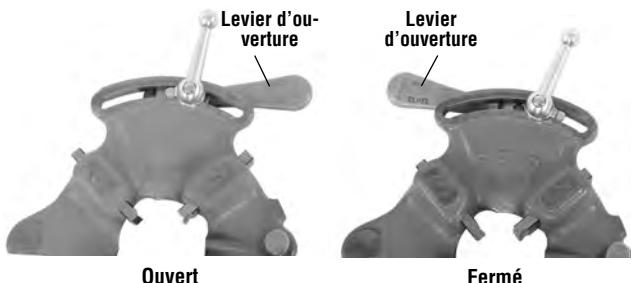

Figure 5 – Levier en positions « ouvrir » et « fermer »
2. Amenez le levier d'ouverture à la position « OPEN » (ouvrir) comme indiqué à la *Figure 5*.